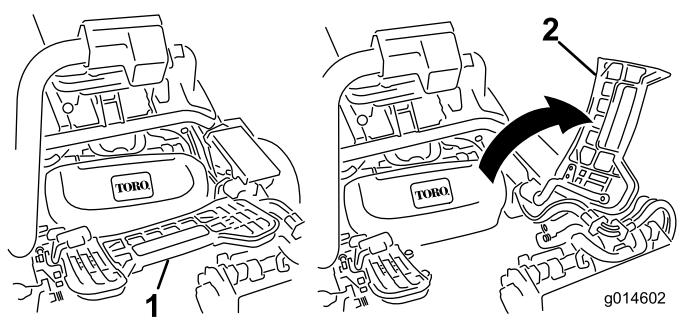

図 31
1. フットレストを跳ね上げて開き、中央カッティングユニット取り付け位置へのアクセスを確保する図31。